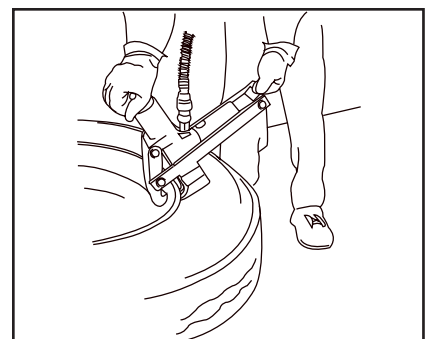

Figura 3
1. Haga funcionar la bomba hidráulica accionada neumáticamente de modo que su mandíbula empiece a empujar contra el rin. (Vea la Figura 3.) Asegúrese que los dientes acuñaos estén insertándose entre la ceja y contra la brida del rin.